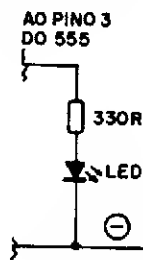

Fig. 1
- FIG. 1 - Diagrama esquemático do circuito. O "Aluno" aplicado, nessas alturas do "Curso", já terá amplamente as técnicas e "manhas" da leitura e interpretação de "esquemas"... Surge, porém, um novo tipo de representação simbólica, estilizada, que é a referente aos Integrados... Vocês devem, desde já, ir se familiarizando com as "normas", mais ou menos "universais", de representação dos Integrados (Digitais, Lineares, Híbridos, etc.), enquanto "blocos circuitais" complexos, aos quais temos acesso via conjunto de pinos ou "pernas" externos... Na grande maioria dos esquemas que embutem Integrados, estes são representados da maneira que mais simplifique o desenho
(e também da forma que - na opinião do desenhista - possa mais facilmente ser "entendida" por quem observar o diagrama...). Dessa maneira, embora existam "normas gerais", o detalhamento da representação não é "universal", dependendo muito de "onde" o dito Integrado está "metido", e também de "quantos e quais" blocos internos o citado Integrado apresenta, a nível funcional, no circuito em questão! O Leitor/"Aluno" atento, logo verificará (no decorrer das próximas "Aulas"...) - por exemplo - que o mesmo Integrado 555 representado no esquema da fig. 1, poderá aparecer (em outras montagens...) com outras "ordens" de pinagem (e isso ocorrerá sempre que for
conveniente para "descomplicar" o desenho/interpretação do esquema...). Outra coisa que o Leitor logo notará (o diagrama da fig. 1 é um exemplo...) é que os eventuais pinos não utilizados na montagem especificamente representada, normalmente não são indicados nos esquemas! Embora o Integrado 555 apresente 8 pinos, na fig. 1 apenas 7 deles são "citados" (especificamente o pino 5, como não é utilizado, encontra-se "ignorado" no esquema...). Quanto à função do circuito, em si, trata-se de um sensível detetor de toque ou mesmo proximidade (pode ser acionado pela simples "aproximação" da mão de uma pessoa!), que dispara um alarme sonoro, temporizado (aproximadamente 5 segundos, com os valores indicados para os componentes...), forte e nítido, admitindo - portanto - inúmeras aplicações práticas, desde em simples demonstrações circuitais, atividades de "Feiras de Ciências", até em utilizações "sérias" as mais diversas. A alimentação situa-se em 6 volts CC (na verdade, qualquer Tensão entre 5 e 15V poderá ser usada!), proveniente de pilhas, sob consumo muito baixo (cerca de 5 mA em *stand by* e talvez o dobro disso durante o acionamento...). O sensor de toque ou proximidade é feito a partir de uma simples placa metálica, medindo no mínimo 5 x 5 cm. (não obrigatoriamente quadrada, mas - de preferência - guardando uma área equivalente, qualquer que seja a